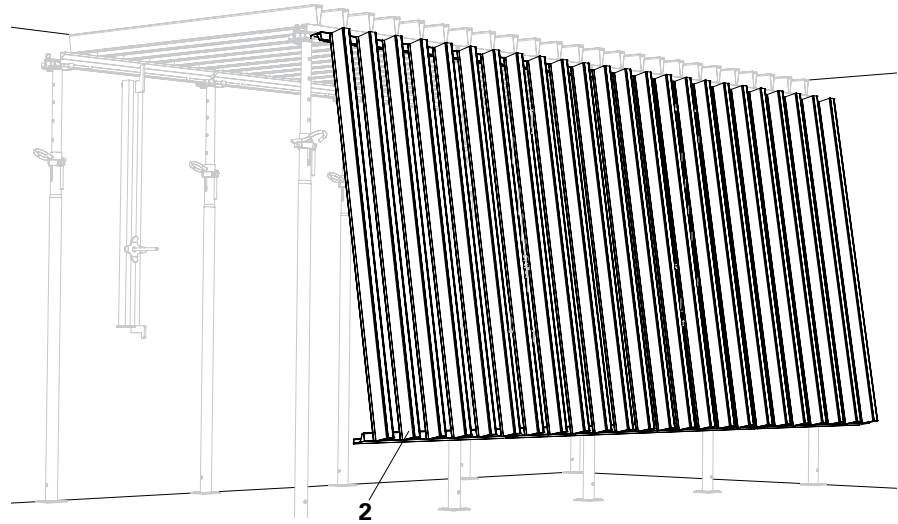

Fig. A4.11
1. Accrocher les éléments standards GFP (2). (Fig. A4.11)